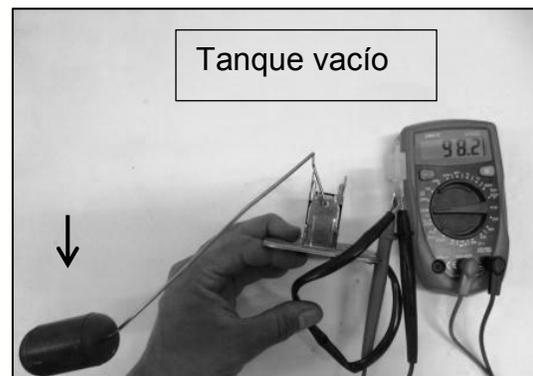

Fig.7.53
- Resistencia del sensor con tanque vacío **98. Ω** Fig.7.53.